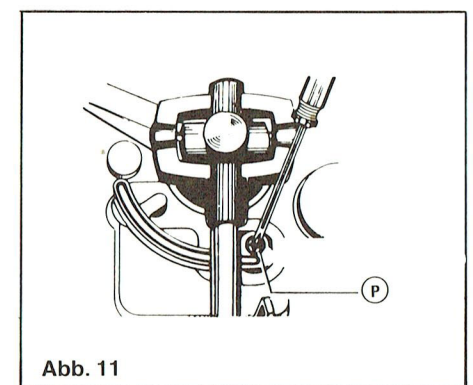

Abb. 11
Falls der Abstand zu klein oder zu groß ist (z.B. wegen der unterschiedlichen Tonabnehmer-Abmessungen), Justierschraube (P) im Uhrzeigersinn oder entgegen dem Uhrzeigersinn drehen (Abb. 11).